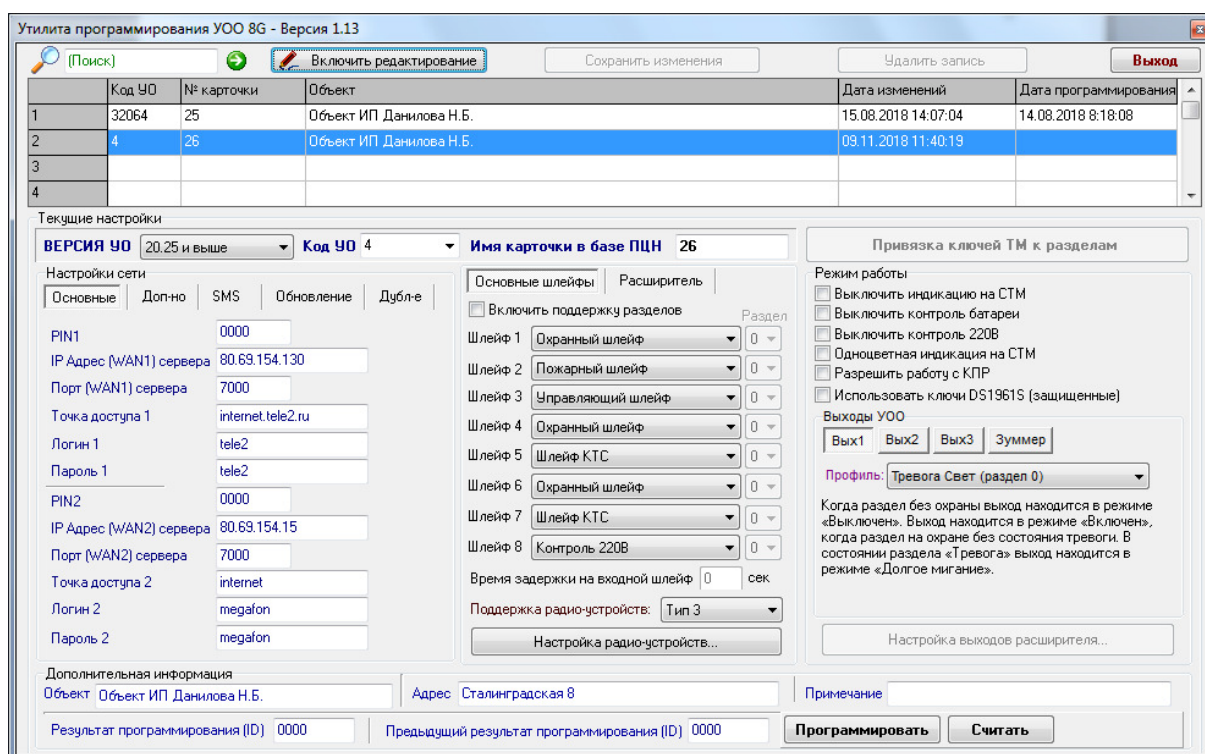

Рисунок 1. Окно конфигурационной программы «Prog_8G.exe».
6.4. На компьютере запустите утилиту «Prog_8G.exe» (Рисунок 1).